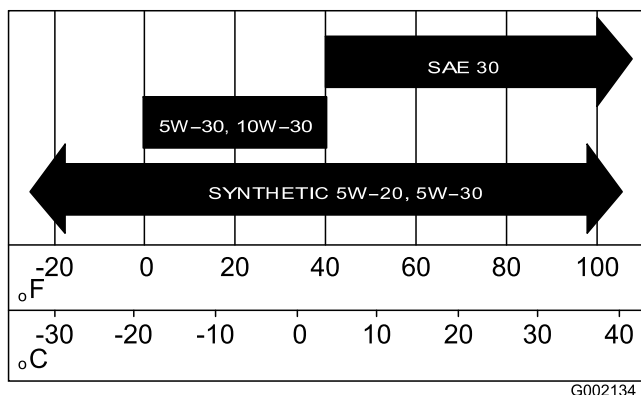

Figura 34
5. Riempite la coppa con l'olio specificato (Figura 34).